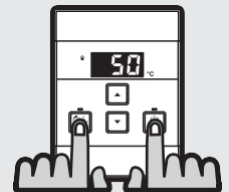

Fig. 1
PASO 1 Sólo en el control principal, mantenga pulsados simultáneamente los botones "Prioridad" y "On / Off" (véase la fig. 1) hasta que se oiga un "pitido" (aproximadamente 5 segundos).